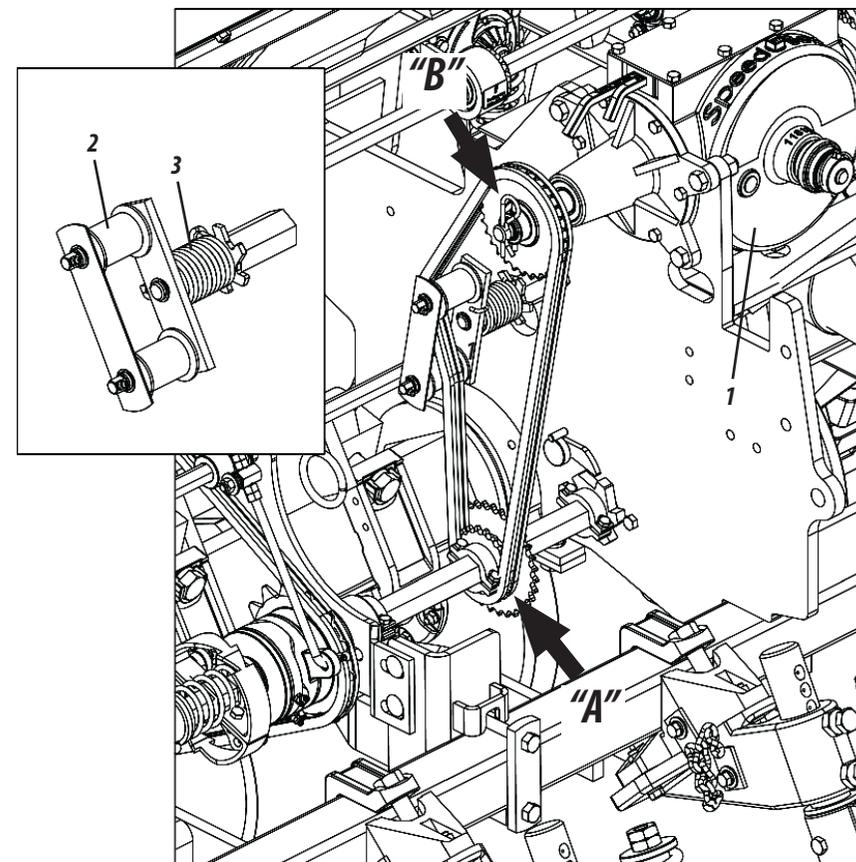

Figura 31
REGULAGEM PARA DISTRIBUIÇÃO DO ADUBO (FIGURA 31)
- 1- A regulagem do adubo é feita através da *Speed Box* (1). Para obter mais regulagens efetue a inversão da corrente nas engrenagens motora "**A**" e movida "**B**", conforme mostra a figura 31.